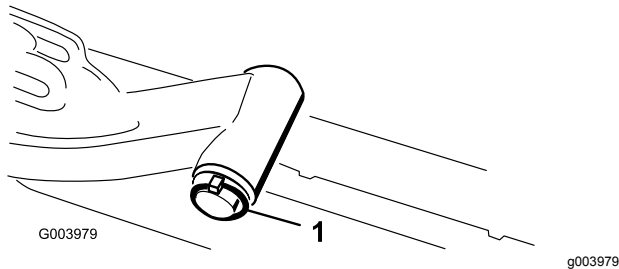

Bild 9
- A. Nehmen Sie den Klappstecker und die Scheibe ab, mit denen die Gelenkwelle des Hubarms am Hubarm befestigt ist. Schieben Sie die Gelenkwelle des Hubarms aus dem Hubarm (Bild 9).
- C. Setzen Sie die Hubarmwelle in den Hubarm ein und befestigen Sie sie mit der Scheibe und dem Klappstecker (Bild 9).